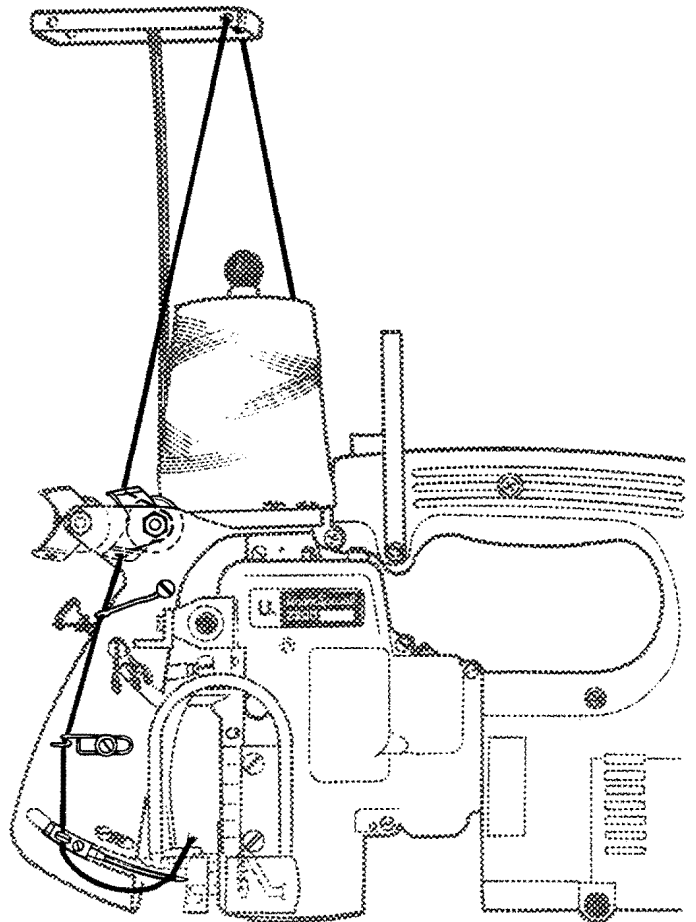

Fig.4
Verifique el enhebrado de la máquina. Revise el diagrama de enhebrado Fig. 4 y el parágrafo "ENHEBRADO".
Thread the machine as shown in Fig. 4.
For threading the looper (double locked stitch machines only) open the hinged cover (A, Fig. 4) and turn motor handwheel in operating direction until the needle is in its lowest position below the throat plate. Reclose hinged cover (A) after threading.
The tension (L, Figs. 4 and 13) controls the looper thread and the tension (N) controls the needle thread. Only a slight tension should be applied on the looper thread. The tension applied on the needle thread depends upon the size of the thread and the thickness of the fabric to be sewn and has to be regulated till the machine sews and chains off perfectly.
The presser foot pressure is regulated with the knurled regulating screw (B, Fig. 4).
Enhebre la máquina tal como se muestra en el diagrama de la Fig. 4.
Para enhebrar el looper (en máquinas de costura de cadeneta doble solamente) abra la tapa del motor (A, Fig. 4) y mueva el volante del motor en dirección de operación hasta que la aguja esté en su posición más baja debajo de la plancha de aguja. Cierre la tapa del motor nuevamente.
El tensor (L, Fig. 4 y 13) regula el hilo del looper y el tensor (N) regula el hilo de la aguja. Solamente una ligera tensión debe ser aplicada al hilo del looper. La tensión aplicada al hilo de la aguja depende del hilo a utilizar y del grosor del material a coser, y debe ser regulada manualmente hasta que la máquina cosa perfectamente.
La presión del pie se regula con el tornillo estriado (B, Fig. 4).
Loosen the screw (D, Fig. 4) for the needle and draw out the needle. Insert the shank of the new needle as far as it will go into the needle seat and with the flat on the shank facing to the front. Retighten screw (D) for the needle on the flat of the needle shank and thread the needle eye.
Suelte el tornillo (D, Fig. 4) de la aguja y retire la aguja. Inserte la aguja de manera que la superficie plana mire hacia adelante. Asegure el tornillo (D) de la aguja en la parte plana del cabo y enhebre la aguja.